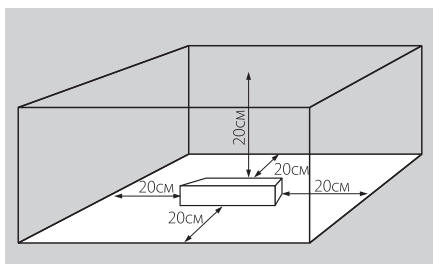

Рис.1
- 4.2. Для естественной вентиляции обеспечьте свободное пространство вокруг источника питания не менее 20 см, как изображено на Рис.1. При невозможности обеспечить свободное пространство используйте принудительную вентиляцию.